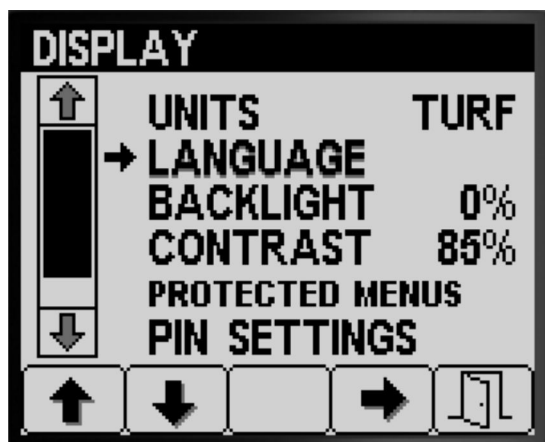

Рисунок 18
1. Нажмите кнопку 1 или 2, чтобы перейти к пункту LANGUAGE (Язык) (Рисунок 18).
2. Нажмите кнопку 4 для выбора позиции LANGUAGE (Язык) (Рисунок 18).